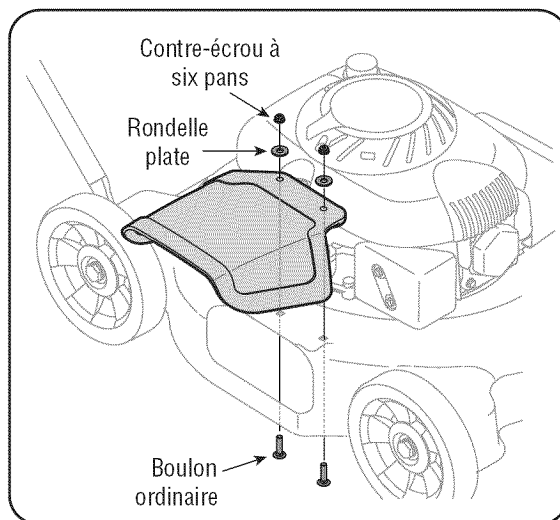

Figure 4
- Positionnez le déflecteur sur le plateau de coupe et alignez les trous. Voir la Figure 4.